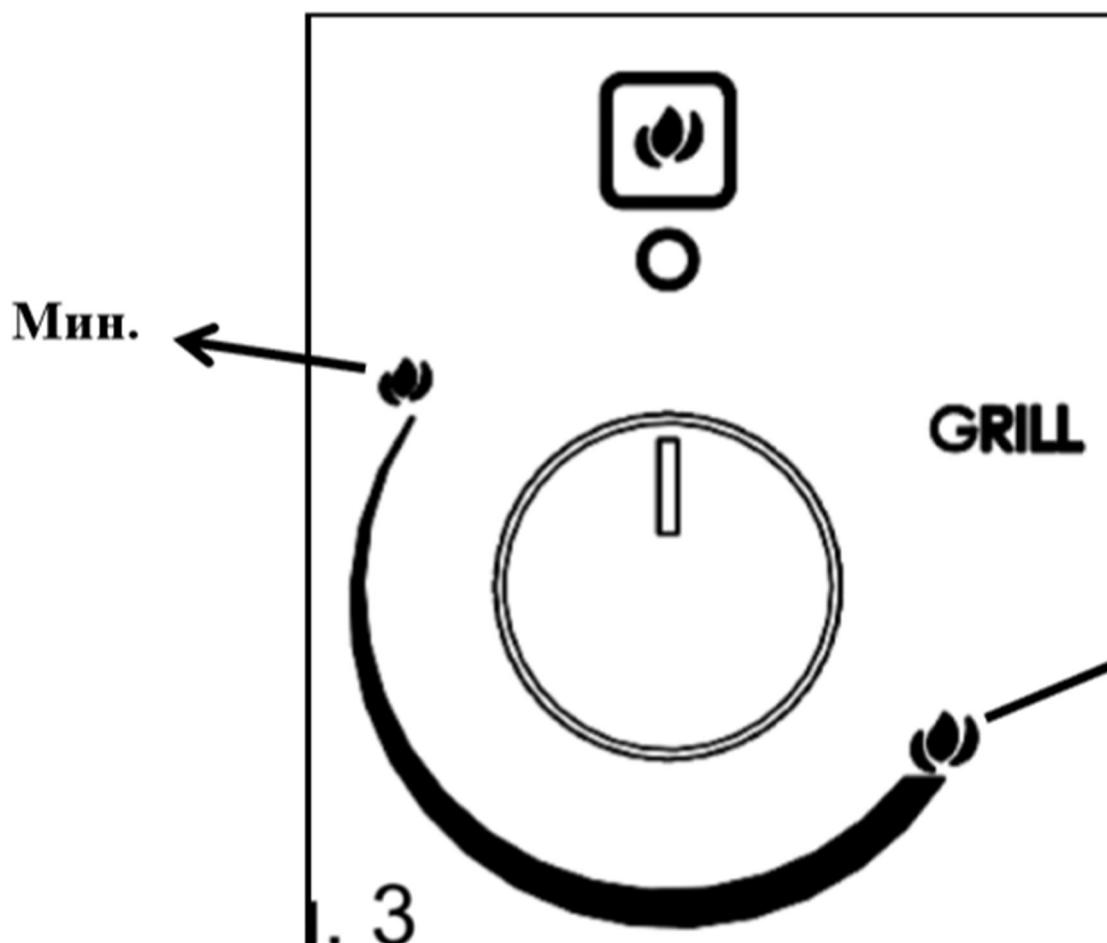

Рис. 3
Индикатор на панели управления (Рисунок 3) показывает повышенную температуру духовки. Для регулирования температуры, поверните ручку на выбранную позицию.
2. Для включения электрического зажигания, нажмите на ручку терmostата, и, придерживая ручку, приведите на максимальную позицию Максимум (Рисунок 3), повернув её против часовой стрелки (Рисунок 4).
2. Для включения электрического зажигания, нажмите на ручку регулировки температуры, и придерживая кнопку, приведите на максимальную позицию ГРИЛЬ (Рисунок 3), повернув по часовой стрелке (Рисунок 6). Никогда не продолжайте этот процесс больше 15 секунд. Если горелка до сих пор не горит, подождите одну (1) минуту и повторите зажигание заново. В случае неисправности электричества, для ручного включения духовки, поднесите огонь к правой и левой стороне горелки (Рисунок 7), после этого нажмите на ручку терmostата (Рисунок 6) и поверните.